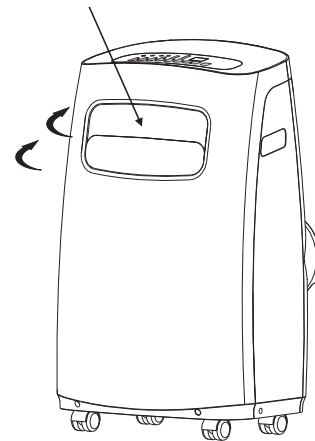

Fig.4
• Ajustar la dirección de la corriente de aire automáticamente (Fig. 4):